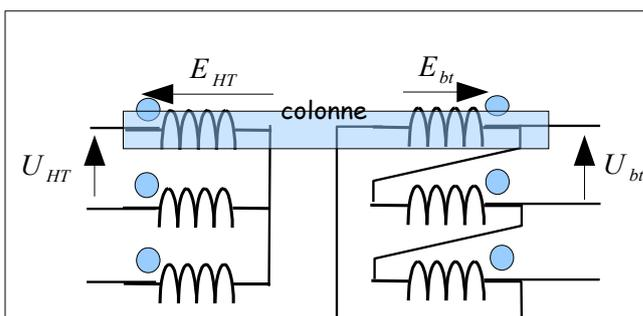

Figure 1: Fléchage des fem
- On flèche les fem bt et HT en pointant les bornes homologues comme sur la Figure 1 : Fléchage des fem Page 3.